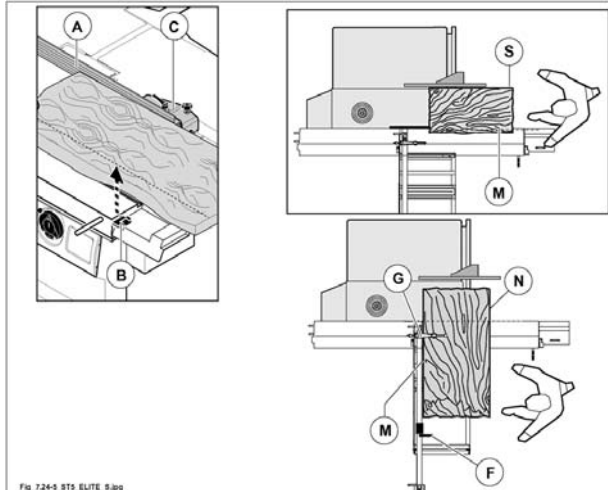

Fig. 7.24-5
Nell'esecuzione di tagli paralleli usare la guida (A fig. 7.24-5). Per il suo posizionamento e regolazioni seguire le istruzioni riportate nel Par. 7.14 o Par. 7.15. Posizionare il carro vagone come in (fig. 7.24-5) e bloccarlo tramite il pomello (B fig. 7.24-5). Nel posizionamento del pezzo contro la guida (A fig. 7.24-5) l'operatore fa riferimento alla scala millimetrata (C fig. 7.24-5).
- Eseguire il taglio di rifilo (S fig. 7.24-5) come descritto precedentemente (primo taglio).
- Appoggiare la parte lavorata (S fig. 7.24-5) contro la riga in alluminio per tagli paralleli (posizionata alla misura voluta) ed effettuare il taglio parallelo (M fig. 7.24-5).
- Ruotare il pannello di 90° appoggiando la parte rifilata (M fig. 7.24-5) contro la riga come in fig. 7.24-5.
- Bloccare il pannello con il pressatore (G fig. 7.24-5) ed eseguire il terzo taglio (N fig. 7.24-5).
- Ruotare il pannello di 180° portando il lato (N fig. 7.24-5) contro la battuta (F fig. 7.24-5) già posizionata alla misura desiderata.
- Dopo avere bloccato il pannello con il pressatore (G fig. 7.24-5) eseguire l'ultimo taglio.